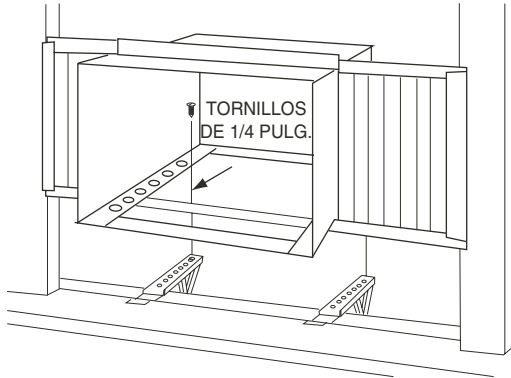

FIGURA 15 — INSTALACIÓN CAJA
16. Asegure la caja a las piezas de soporte con tres tornillos de $\frac{1}{4}$ pulg. (incluidos) para cada soporte. Compruebe que la caja esté ligeramente inclinada hacia abajo. Ajuste los tornillos niveladores si hace falta. Vea la Figura 15.